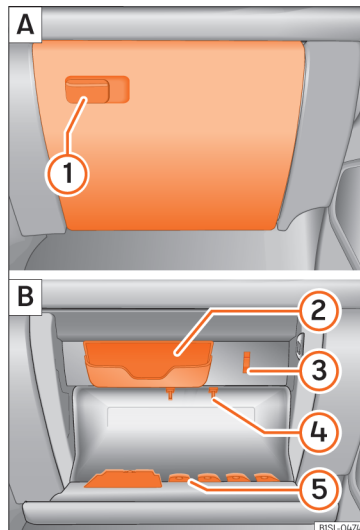

Abb. 124 Ablagefach mit Deckel auf der Beifahrerseite.
Zum Öffnen am Griff ziehen » Abb. 124 ①.